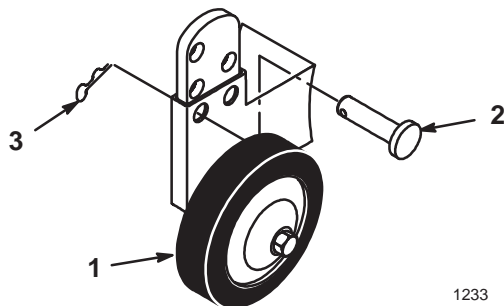

Figure 22
- A. Enlevez la goupille fendue et l'axe pour changer de trou (Fig. 22).
- B. Choisissez le trou requis pour que la roue de jauge soit à 10 mm (3/8 pouce) du sol pour la hauteur de coupe utilisée (Fig. 22).